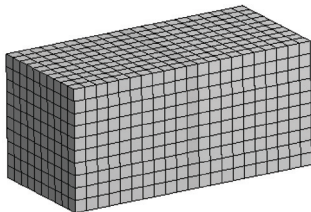

图 17-11 网格划分效果
2) 在 Outline 树结构图中的 Mesh 选项单击鼠标右键, 在弹出的快捷菜单中选择 Generate Mesh, 生成网格最终的效果如图 17-11 所示。